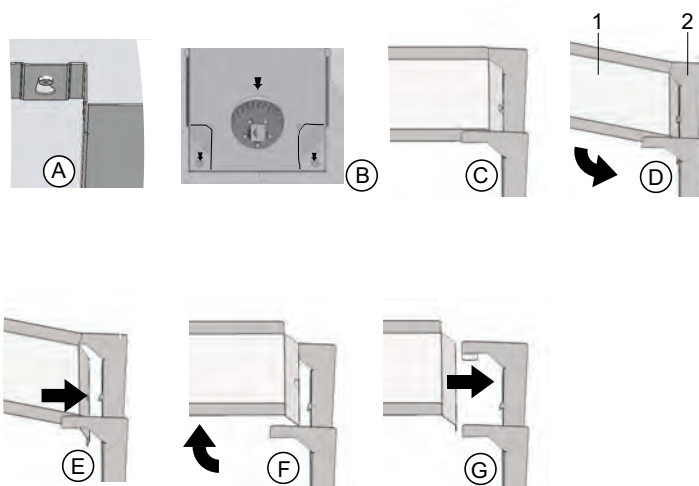

図 8-2. エアダクト
4. エアダクトの後ろ部分から上部のフックを外し（図 8-2, 2）、作業空間から取り外します。
5. リアパネルからエアダクト後部（図 8-2、2）のフックを外し、取り外します。